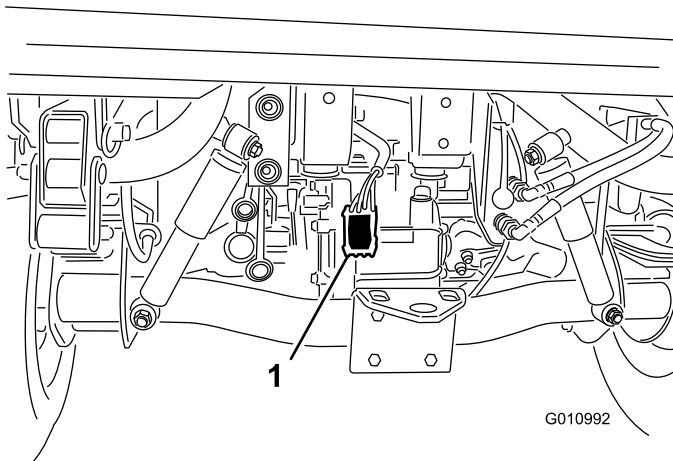

Figure 7
4. Acheminez le faisceau de câblage le long du faisceau principal du véhicule jusqu'à l'arrière du véhicule (Figure 7).